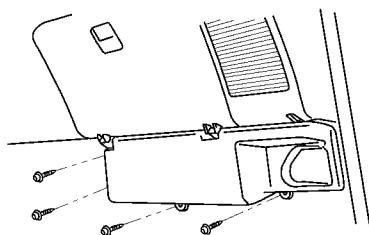

图 17-113 拆下 4 个螺钉和空调机 1 号罩板
(8) 拆下空调机 1 号罩板。拆下 4 个螺钉和空调机 1 号罩板，如图 17-113 所示。